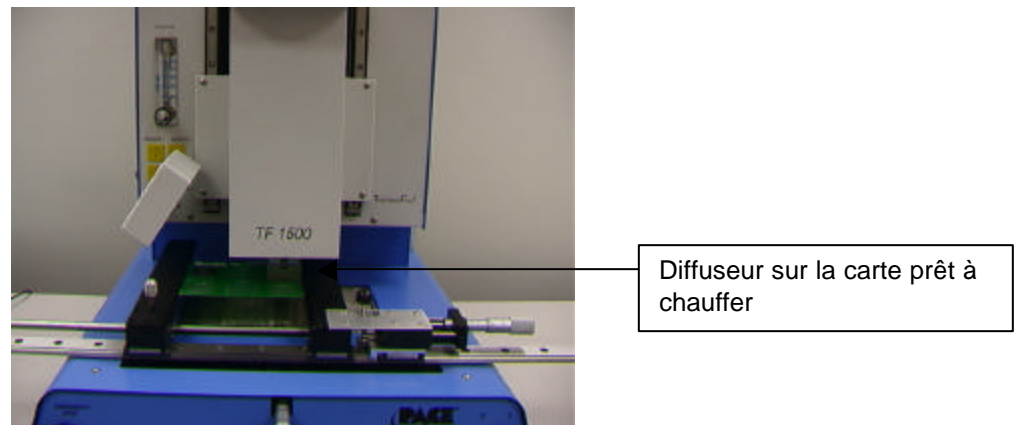

Figure 19
- xvi. Cliquez avec votre souris sur le bouton vert de positionnement (« Place ») pour abaisser le composant. (Figure 19)